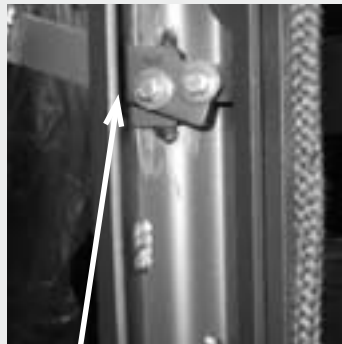

Bild 2
- Wenn das Öffnen bzw. Schließen der Tür schwergängig wird, empfehlen wir das leichte Nachfetten des Verschlussmechanismus. Benutzen Sie dazu bitte ein hitzebeständiges Fett (temperaturbeständig bis 1.100°C; z. B. Kupferpaste). (Bild 2 und 3)